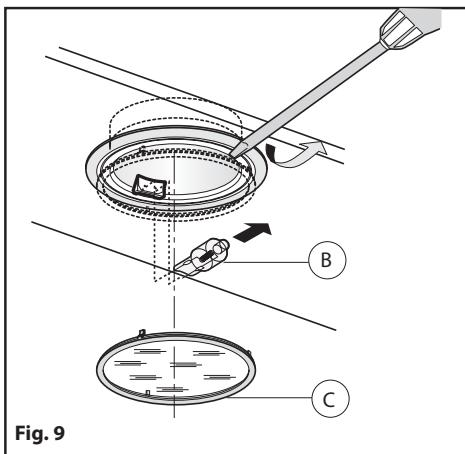

Fig. 9
• **Sostituzione delle lampade alogene (Fig.9).**